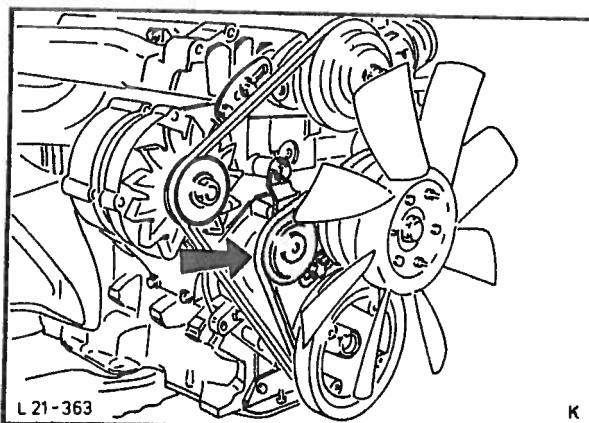

Fig. 39 Skru av vifteremmens spennhjul.
4. Løsne vifteremmens spennhjul (2 bolter) og ta vekk remmen, fig. 39.